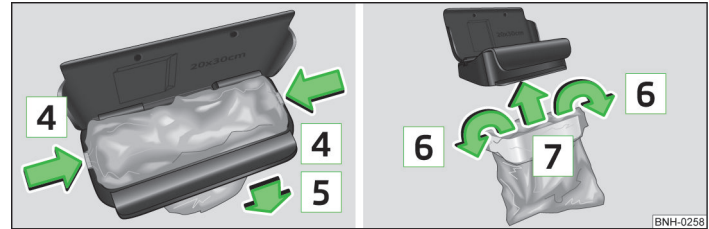

Abb. 52 Beutel ersetzen
- Die beiden Rastnasen des Innenrahmens in Pfeilrichtung **4** » Abb. 52 vom Behälterkörper abdrücken.